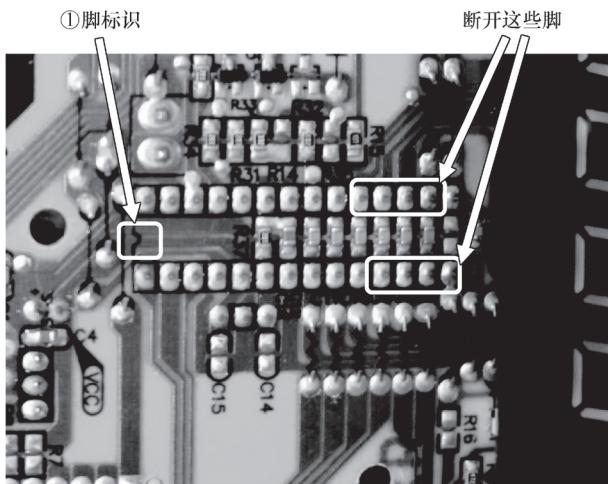

图 6-16 IC1
焊开 CPU 的⑫~⑯、⑳~㉓脚（见图 6-16）等所有键脚试机，故障如故。